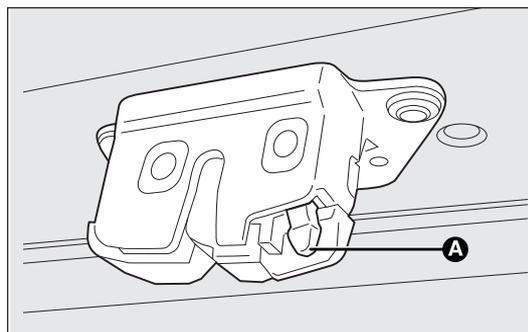

fig. 85
- en opérant à l'intérieur du coffre à bagages, appuyer sur le levier A-fig. 85 et ouvrir le hayon.